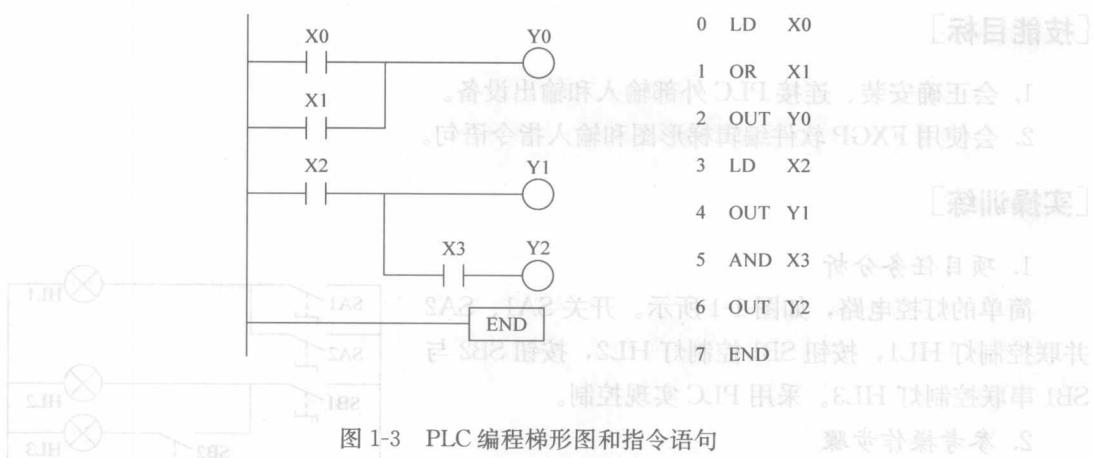

图 1-3 PLC 编程梯形图和指令语句
4) 设计梯形图。梯形图如图 1-3 所示。
**注意：**图 1-3 所示指令语句中的程序结束指令 END，用于程序的结束，无操作数。PLC 执行用户程序步时，从第一步扫描至 END 指令，END 以后的程序则不再执行。